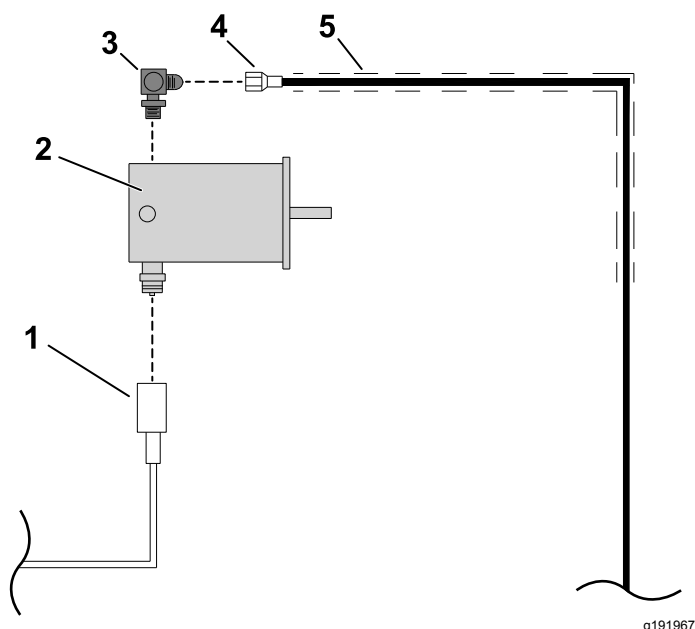

Рисунок 15
1. Установите кожух шланга длиной 147 см на гидравлический шланг А длиной 254 см (8 FJ – 6 MP), как показано на Рисунок 15.
2. Подсоедините один конец прямоугольного штуцера ($\frac{5}{8}$ x $\frac{1}{2}$ дюйма) к гидромотору, а другой конец – к гидравлическому шлангу А длиной 254 см (8 FJ – 6 MP), как показано на Рисунок 15.
3. Подсоедините гидравлический шланг, входящий в комплект сборщика кернов, к отверстию IN (ВХОД) гидромотора транспортера (Рисунок 15).